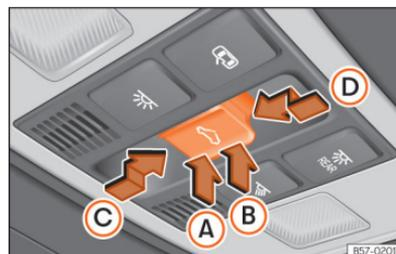

Fig. 66 No revestimento interior do teto: botão do teto de vidro.
O botão Fig. 66 tem dois níveis. No primeiro nível pode colocar-se o teto na posição defletora, abrir ou fechar total ou parcialmente.
- Antes que decorram aproximadamente 5 segundos desde a ativação da função antientalamento, pressione o botão ⇄ >>> Fig. 66 até ao segundo nível no sentido da seta D até que o teto se feche completamente.